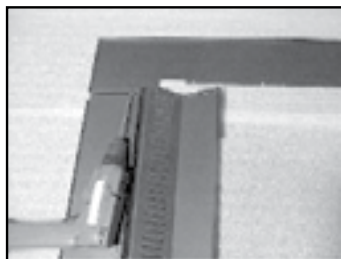

Figure 25.4
5. Alignez le panneau supérieur avec le trou de dégagement du panneau latéral/ensemble de rideau. Installez (2) des vis de 4 x 9 mm (8-32 x 3/8 po) à travers les trous du panneau latéral dans le panneau supérieur (**Figure 25.4**). Compléter pour chaque côté.